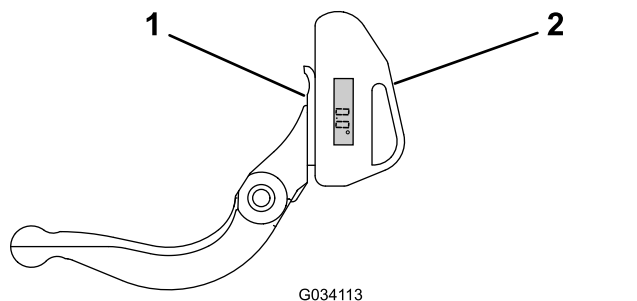

図 28
1. 図 28に示すように、ベッドナイフの底部に傾斜計をセットする。